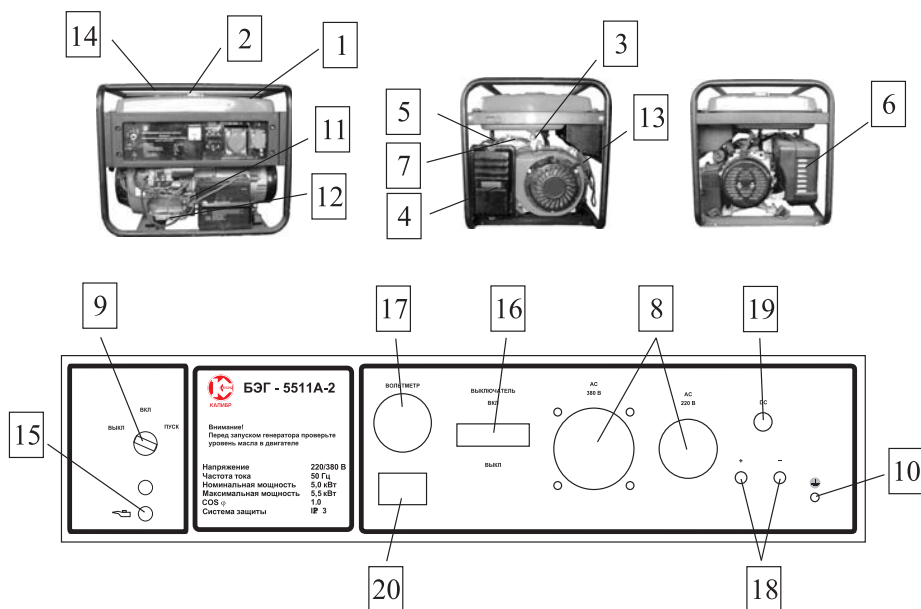

рис. 1
Общий вид генератора схематично представлен на рис. 1
6.2.1 Вывинтить щуп **11** (рис. 1) и залить в картер масло соответствующего типа до нижнего края горловины. Вставить сухой чистый щуп в горловину картера и вынуть его. Проверить уровень масла: граница смоченной области щупа должна располагаться между отметками минимального и максимального уровней.
6.3 Заземление корпуса генератора. При установке генератора следует подключить к резьбовой клемме **10** (рис. 1) проводник заземляющего устройства, удовлетворяющего требованиям раздела “Обеспечение требований безопасности”.
6.5.1 Отключить всех потребителей переменного тока генератора, переведя автоматический выключатель **16** (рис. 1) в отключённое положение, отсоединить потребителей постоянного тока от розетки **18** (рис. 1).
6.5.2 Открыть топливный кран **3** (рис. 1).
6.5.3 Перевести рычаг управления воздушной заслонкой **7** (рис. 1) в крайнее левой положение при пуске холодного двигателя и в промежуточное при пуске прогретого двигателя.
6.5.4 Перевести выключатель двигателя **9** (рис. 1) в отключённое положение.
6.5.5 Плавно вытянуть до упора трос ручного стартера за ручку **13** (рис. 1) и вернуть в исходное положение.